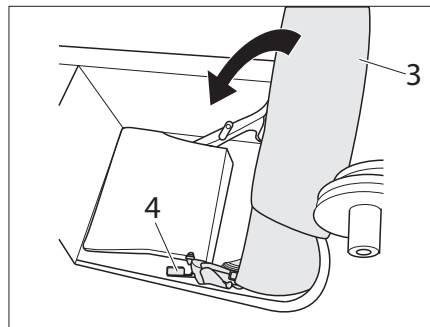

Bild 227 Sitzlehne in den Staukasten bewegen
- Hebel 2 (Bild 227,4) betätigen und Sitzlehne (Bild 227,3) in den Staukasten bewegen.